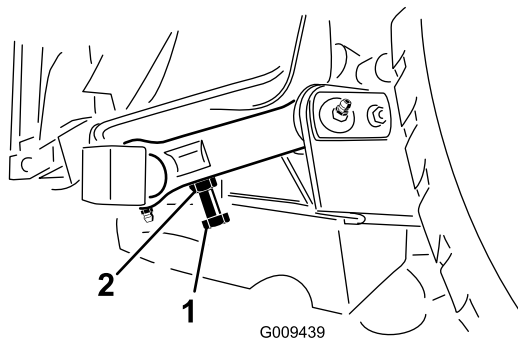

Figura 27
3. Per mettere a punto la distanza dovete accedere al bullone di regolazione, sull'attacco orientabile posteriore dell'apparato di taglio (Figura 27). Allentate il controdado del bullone di regolazione. Allentate o serrate i bulloni di regolazione fino ad ottenere una luce di 10–16 mm, quindi serrate il controdado.